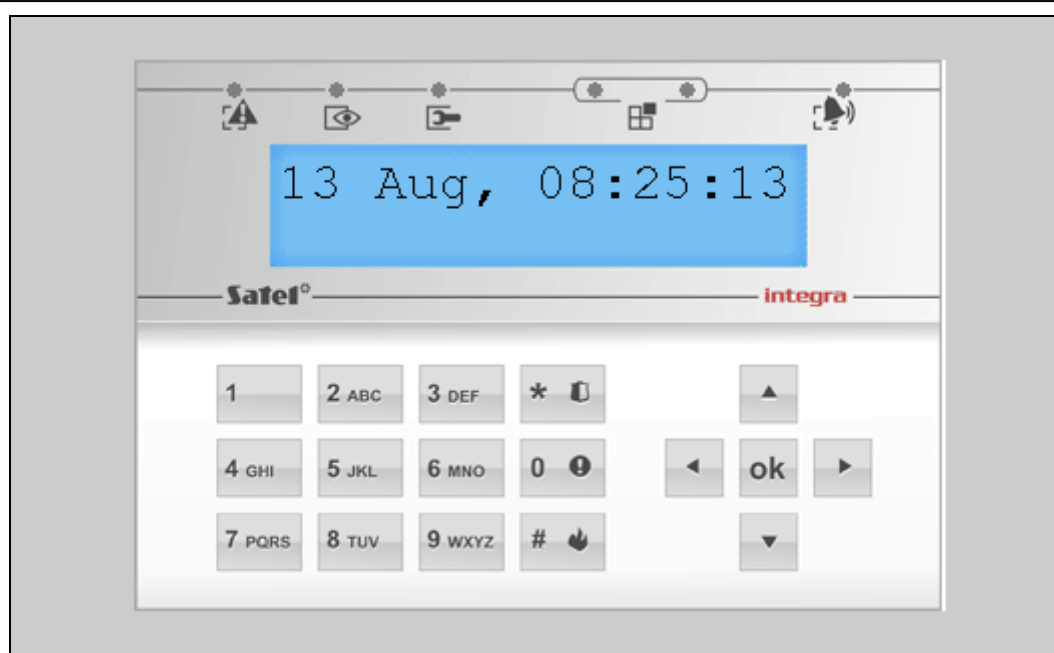

Fig. 20. Navigateur WWW : clavier virtuel.
5. Le clavier virtuel s'affiche dans le navigateur (fig. 20).